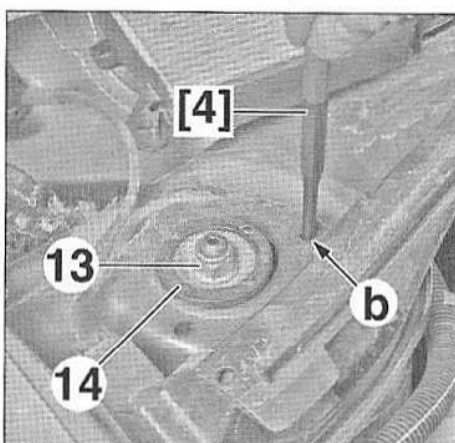

FIG.12
- Appliquer de la graisse multifonction synthétique par exemple Total Marson SY2 sur la face inférieure de la cuvette (14) (Fig.12).
- Lors du serrage de l'écrou supérieur (13), maintenir en place le palier supérieur en passant l'outil [4] à travers le perçage (b).